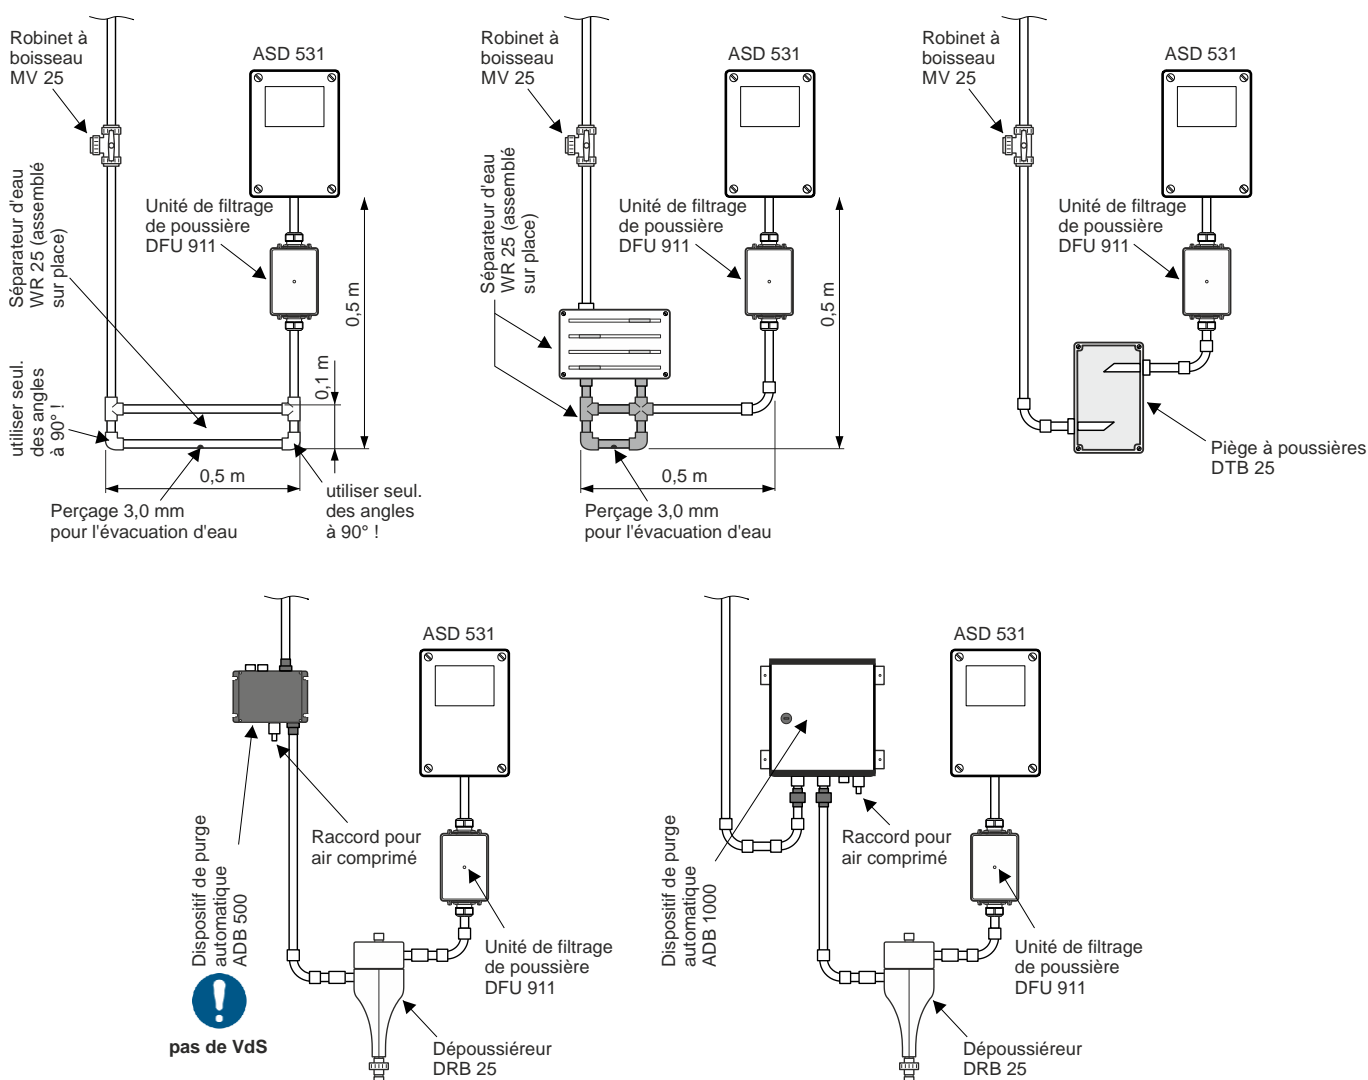

Fig. 44 Montage des accessoires
- La position de montage du séparateur d'eau, du piège à poussières et du dépoussiéreur doivent se faire comme illustré à la Fig. 44.